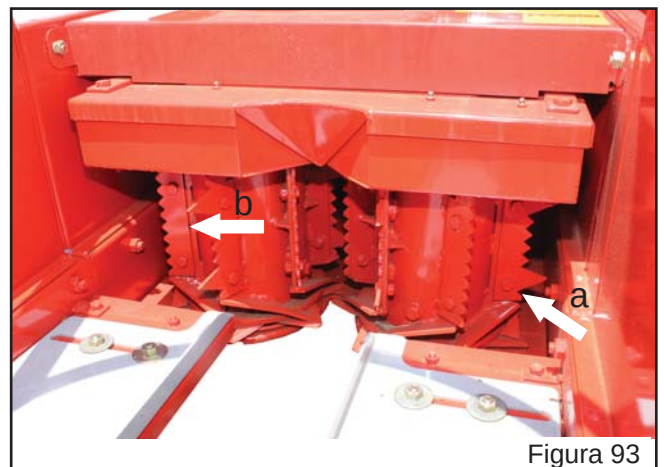

Figura 93
- Solte os parafusos ("a" Figura 93) que prendem as aletas no cilindro ceifador;
- Fixe as aletas ("b" Figura 93), uma a uma, conforme for rodando os cilindros ceifadores;